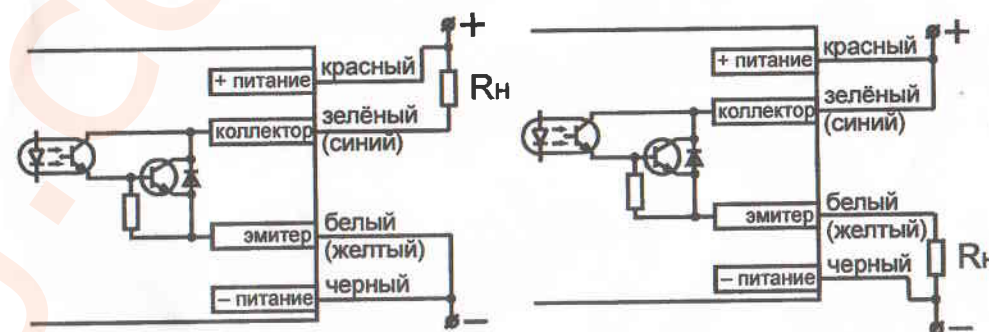
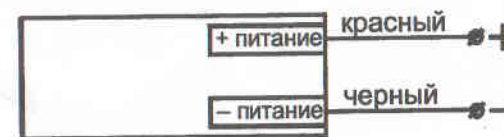

Рис.2. Схемы подключения приемника МикРА Ф4П.
Рис.3. Схема подключения излучателя МикРА Ф4И.
- Выполнить все электрические соединения в соответствии со схемой подключения приемника (рис.2) и излучателя (рис.3).